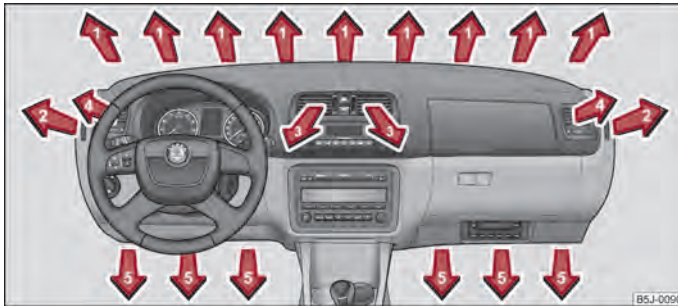

Fig. 73 Bocchette di ventilazione
- Bocchette di aerazione **4** ⇒ fig. 73.
- Si raccomanda di lasciare le bocchette **3** ⇒ fig. 73 in posizione aperta.
- Bocchette di aerazione 4 → fig. 73.
- Si raccomanda di lasciare le bocchette 3 → fig. 73 in posizione aperta.